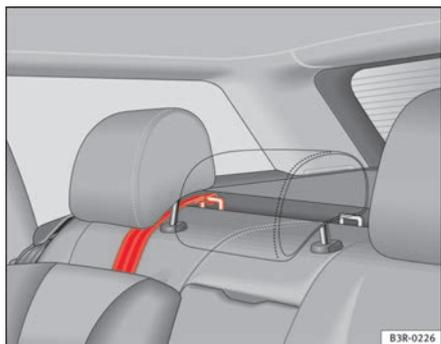

Fig. 35 Sangle de fixation : pose et dépose correcte
- Dirigez la sangle de fixation du Top Tether sous l'appui-tête arrière ⇒ fig. 35 (soulevez l'appui-tête si nécessaire).